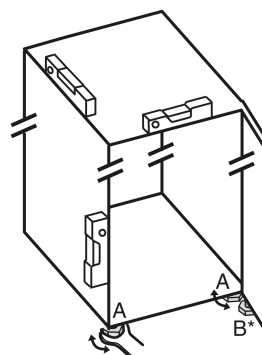

Fig. 5
- ▶ Seřizovací nožky Fig. 5 (A) vyšroubujte pomocí přiloženého vidlicového klíče a pomocí vodováhy, dokud nebude spotřebič pevně vyrovnaný.
► Seřizovací nožku Fig. 5 (B) na stojanu ložiska vytáchejte pomocí přiloženého vidlicového klíče, až dosedne na zem.
► Seřizovací nožku Fig. 5 (B) otáčejte dál o 90°.